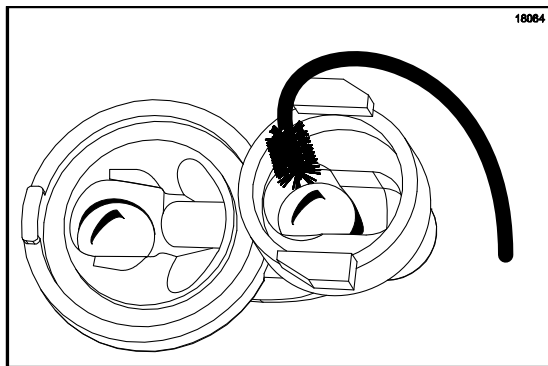

Figura 83
5. Insira a escova preta flexível pelo lado superior da válvula de saída. Esfregue esta área, principalmente ao redor da esfera de aço. (Veja a Figura 83.)